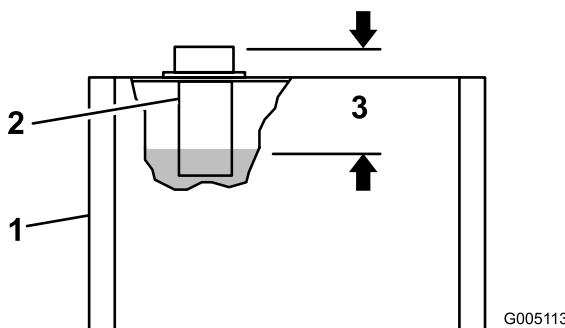

Figure 21
2. Retirez le bouchon du dessus du réservoir et vérifiez le niveau d'huile. Le liquide doit arriver à environ 89 mm en dessous du haut de l'orifice de remplissage (Figure 21).